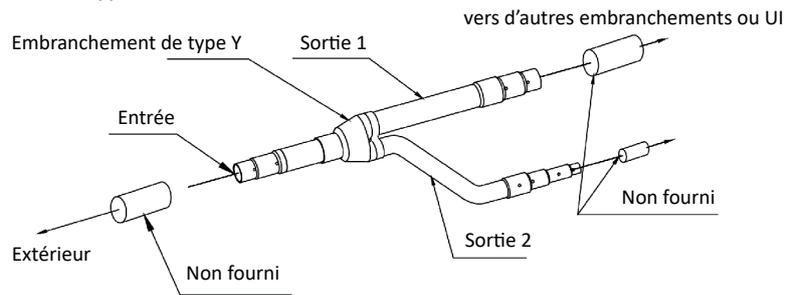

Fig. 20
- 2 Le tuyau d'embranchement de type Y possède plusieurs sections de tuyau de différentes tailles, ce qui facilite la connexion avec de nombreux tuyaux en cuivre. Utilisez un coupe-tuyau pour couper la section de tuyau aux dimensions adéquates, puis enlevez les bavures. Voir Fig. 20.